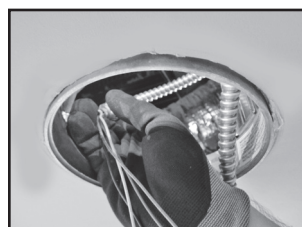

Figure 23
- Alimentez les câbles d'alimentation à partir de l'assemblage pilote retrofit en passant par l'entrée défonçable qui a été retirée dans la boîte de jonction, et insérez le connecteur à pression à l'intérieur de la boîte de jonction (Figure 23).